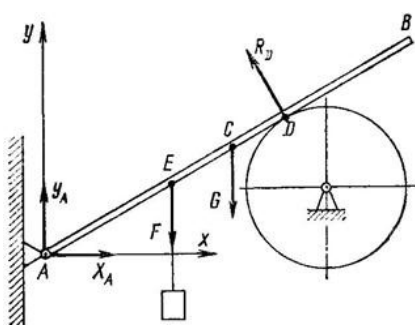

Рисунок 11
2. Однородный брус АВ (рис. 11) весом $G = 250$ Н прикреплен к стене при помощи шарнира А и в точке D опирается на гладкий цилиндр. В точке Е к брусу подвешен груз $P = 800$ Н. Определить реакцию цилиндра и шарнира, если $AE = 1,2$ м; $AC = BC = 1,5$ м; $AD = 1,7$ м и $\angle BAx = \alpha = 40^\circ$.